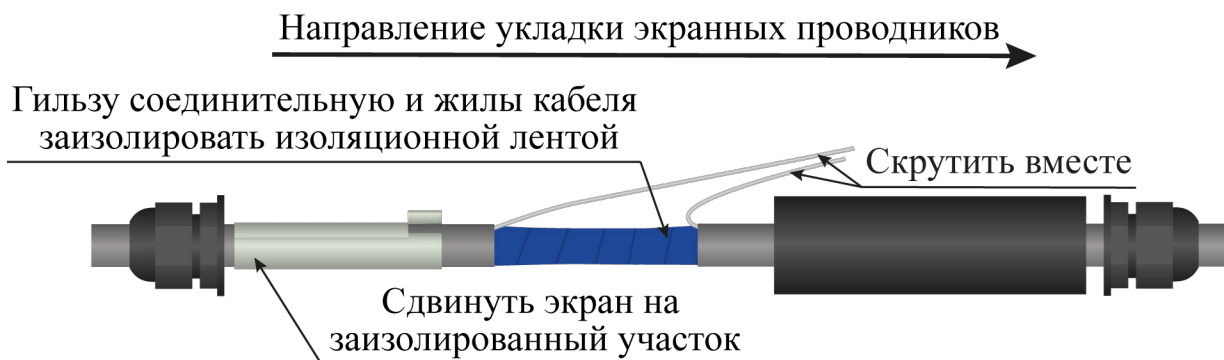

Рисунок 4.17
– гильзу соединительную и жилы кабелей заизолировать изоляционной лентой (рисунок 4.17);
– экранирующие проводники ремонтируемых кабелей уложить в одном направлении, скрутить вместе (рисунок 4.17);
– сдвинуть экран муфты соединительной на место соединения ремонтируемых кабелей (рисунок 4.17);